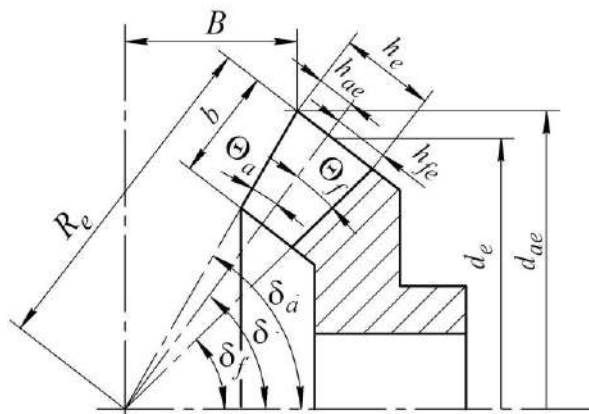

Рис. 2.6. Геометрические параметры конической передачи
**Расчет геометрических параметров цилиндрической передачи.** Основные геометрические параметры конической передачи показаны на рис. 2.6.